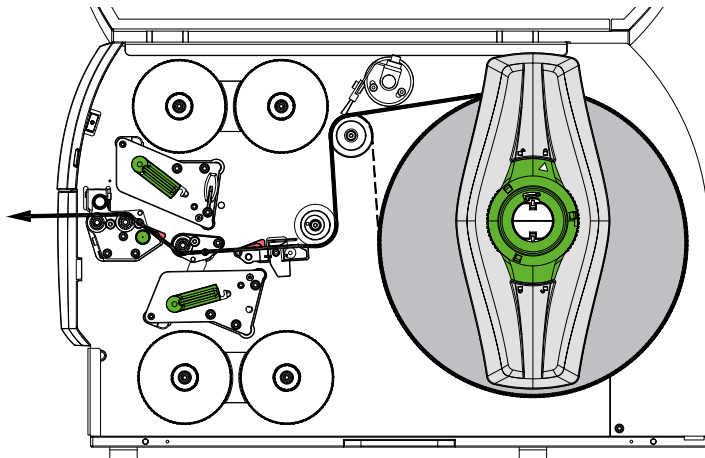
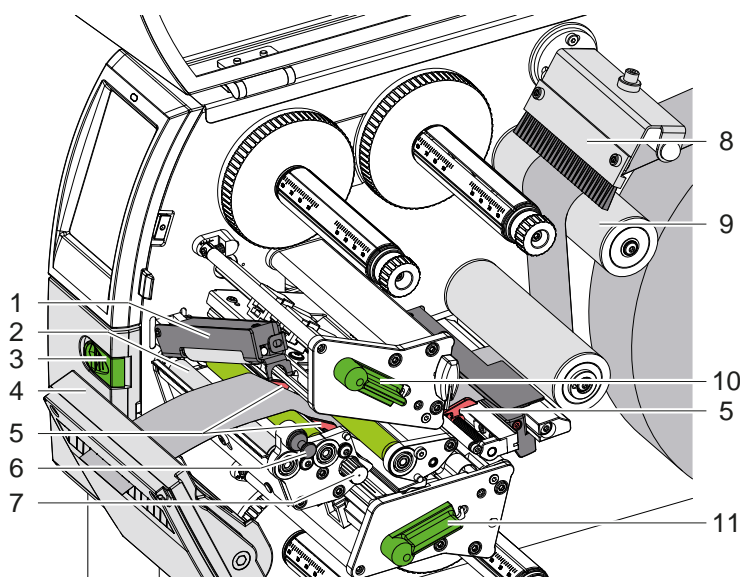

Figure 12 Guidage de la matière
Figure 13 Insertion de la matière dans le mécanisme d'impression
1. Dérouler une bande de matière du rouleau et guider celle-ci d'après la Figure 12 jusqu'au bloc d'impression.
2. Tirer le doigt d'indexage (6). Le système de pression (1) bascule vers le haut.
3. Tourner le levier (10) dans le sens inverse des aiguilles d'une montre et le levier (11) dans le sens des aiguilles d'une montre pour déverrouiller les deux têtes d'impression.
4. Basculer la brosse (8) afin de l'éloigner du rouleau de déviation (9).
5. Desserrer les guides (5) en tournant le bouton (7) afin que la matière puisse passer entre eux.
6. Guider la matière à travers les deux blocs d'impression d'après la Figure 13 jusqu'au rouleau de traction (2) en passant entre les guides (5).
7. \* Imprimante avec massicot : pousser le bouton (3) sur le côté et faire basculer l'ensemble massicot (4) de l'imprimante, faire passer la matière entre les lames du massicot puis refaire pivoter le massicot.
8. Replacer les guides contre les bords de la matière en tournant le bouton (7).
10. Tirer le doigt d'indexage (6). Pousser le système de pression (1) vers le bas et le verrouiller avec le doigt d'indexage.
13. Basculer la brosse (8) afin de la rapprocher du rouleau de déviation (9).